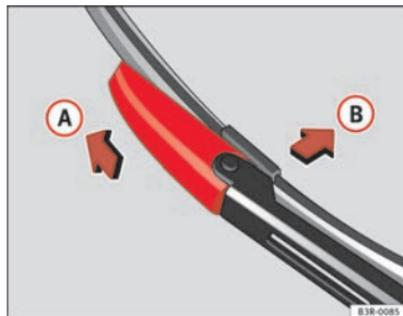

Fig. 170 Smontaggio della spazzola
- Spingere il blocco della spazzola tergicristallo in direzione della freccia ⇒ fig. 170 **A**. Allo stesso tempo mantenere ferma la spazzola.